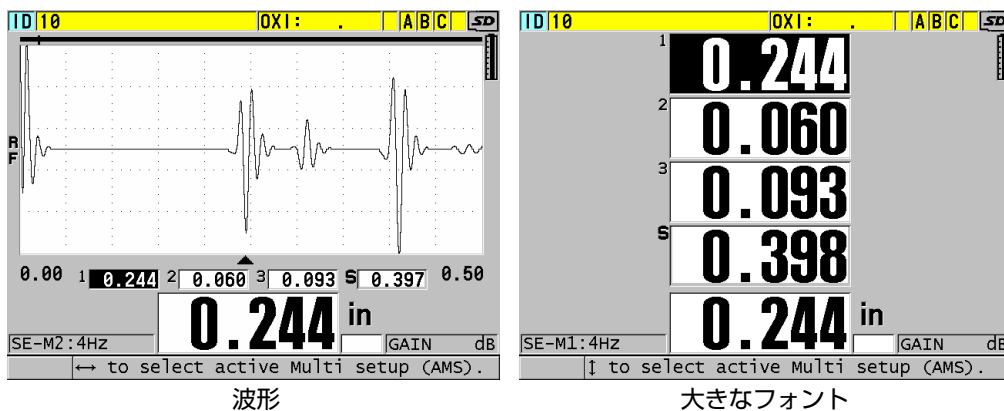

図 7-8 3層およびでの合計（足し算）での多層材測定表示モード
- d) 表示モードを以下のように設定します（118ページの図7-8参照）。
- c) 表示モードを波形または大きなフォントに設定します（118ページの図 7-8 参照）。